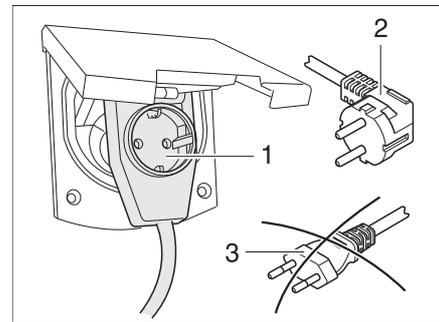

Bild 100 Anschluss an eine Winkelkupplung mit Steckdose
- ▶ Bei Verwendung einer CEE 17 Winkelkupplung mit rückseitig eingebauter Steckdose (Bild 100,1) nur einen gummierten und versiegelten IP 44 Stecker mit Schutzkontakt (Bild 100,2) verwenden. Keine Stecker ohne Schutzkontakt (Bild 100,3) verwenden. Gefahr eines Stromschlages!